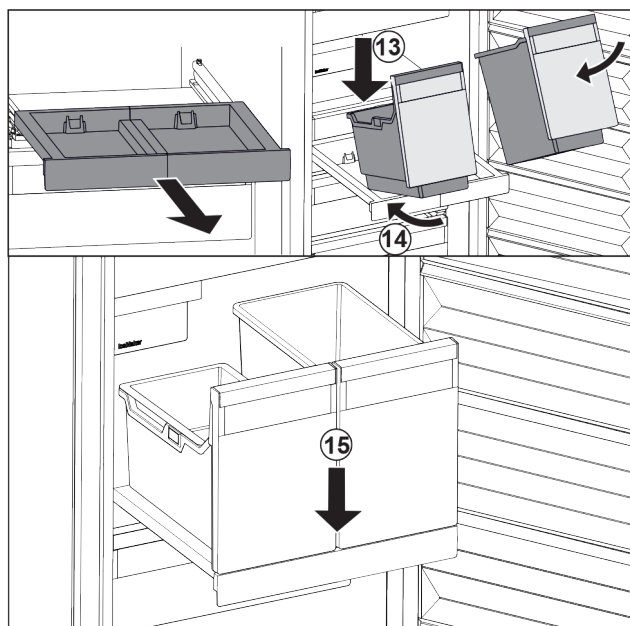

Fig. 47
- Sett beholderen skrått på uttrekksplaten. Fig. 47 (13)
- Skyv inn beholderen skrått bakover. Fig. 47 (14)
- Sett ned beholderen foran. Fig. 47 (15)